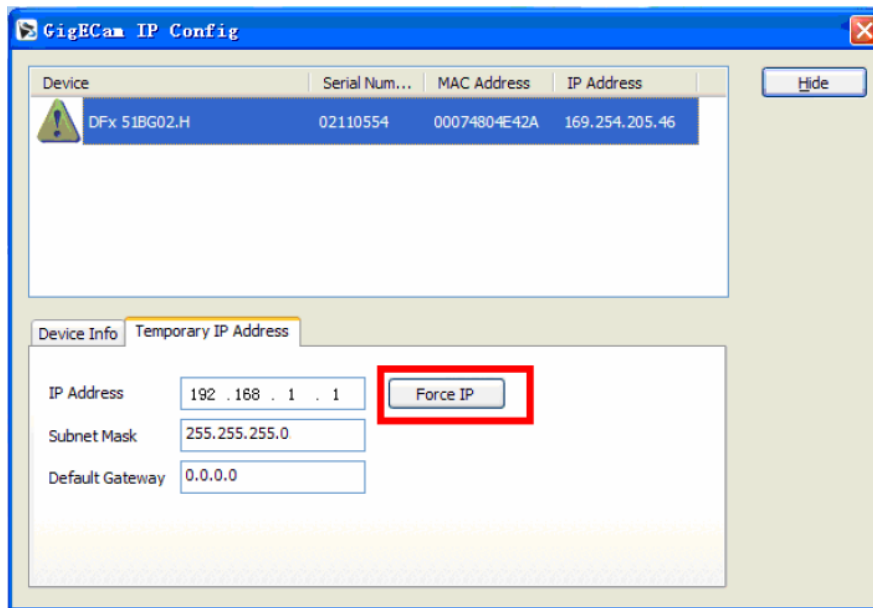

图 6 设置相机 IP
5、强行设置相机的 IP，使其 IP 与网卡 IP 在同一网段，并点击 ForceIP，如图 6。